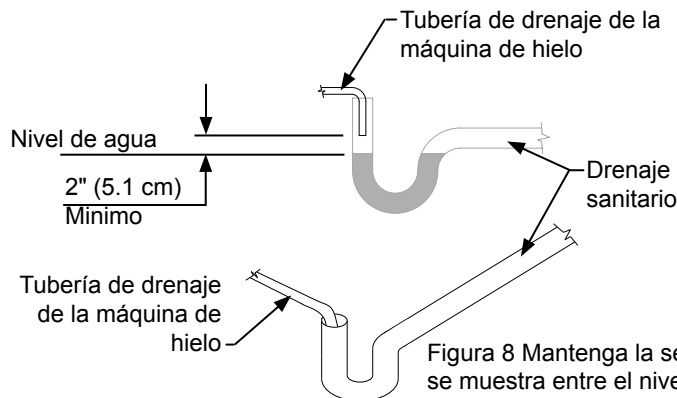

Figura 8 Mantenga la separación de 2 "como se muestra entre el nivel de agua de drenaje y el extremo de la tubería de drenaje de la máquina de hielo.
- La tubería de drenaje está conectada a un drenaje abierto (la Figura 8).
Para el suministro de agua use una tubería de cobre de 1/4", disponible en cualquier ferretería o en un distribuidor de artículos de plomería. Asegúrese de no doblar la tubería de cobre de 1/4" durante su instalación. Cuando compre la tubería de cobre, tenga en cuenta que deberá dejar una espira detrás de la unidad a modo de "bucle de servicio"; esto permitirá retirar el aparato de la instalación para su mantenimiento o limpieza (vea la Figura 8). Conecte la tubería de cobre a un punto alto de un caño de agua fría para evitar que la máquina de hielo se obstruya con sedimentos.
Conecte el suministro de agua a la tubería de cobre en la entrada de la válvula de agua con una tuerca de compresión de 1/4". **IMPORTANTE:** Asegure la tubería de suministro de agua a la parte posterior del gabinete con el tornillo y la abrazadera de sujeción montada en la esquina del panel posterior (vea la Figura 8).